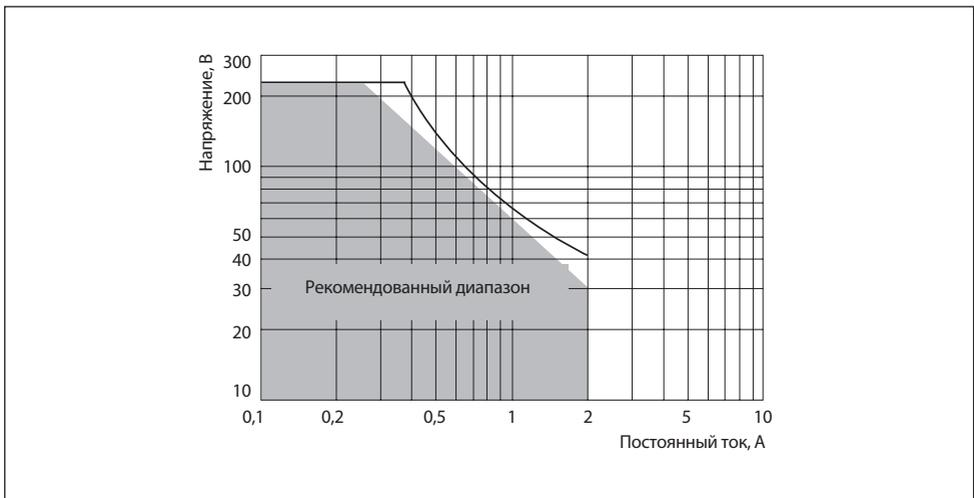

Рис.6. Допустимая мощность коммутации силовых реле
- реле имеют ограничение на мощность коммутации (рис. 6).